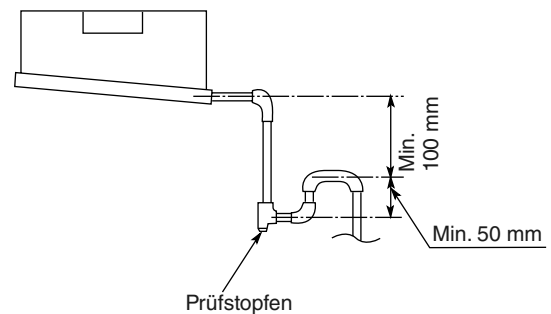

Abb. 3-175
- (5) Auch im anderen Teil des Rohrverlaufs Wasserfallen mit Prüfstopfen vorsehen, um ein Entfernen von Verschmutzung zu ermöglichen, die ein Auslaufen von Wasser verursachen kann. (Abb. 3-175)
- (6) Nach dem Anschließen der Ablaufleitungen allmählich Wasser in die Ablaufwanne gießen und sich vergewissern, dass das Wasser problemlos abläuft.